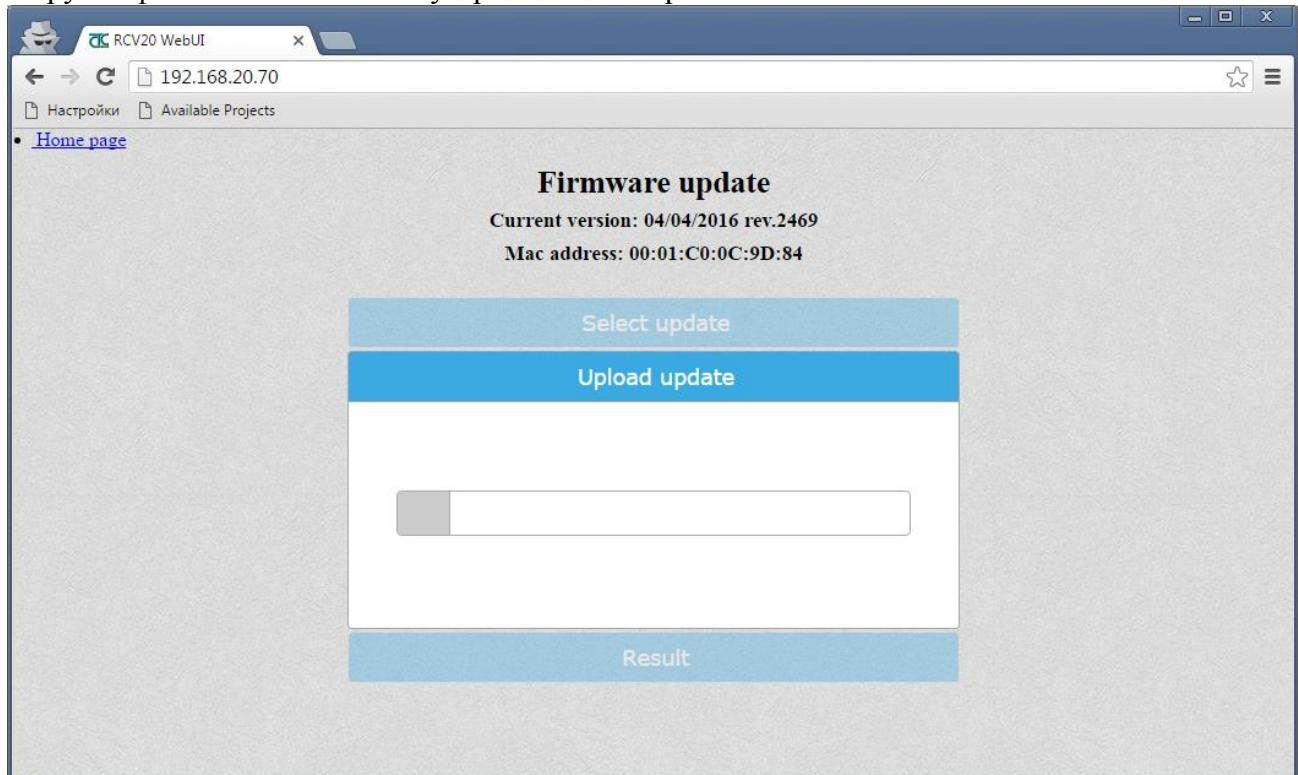

Рисунок 8.30 – Прогресс загрузки файла обновления на устройство
8.10.4.6 После нажатия кнопки «Upload Update» будет отображаться прогресс загрузки файла обновления на устройство – см. рис. 8.30.